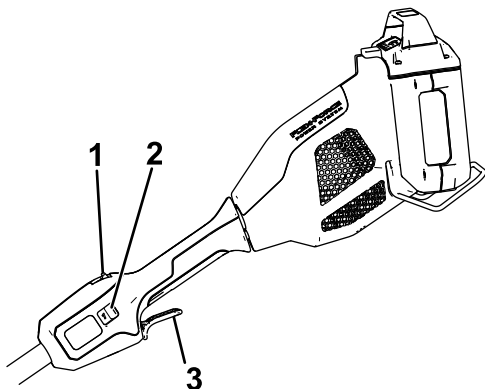

Figure 7
4. Pour mettre l'accessoire en marche, appuyez sur le bouton de verrouillage, puis serrez la gâchette de marche (Figure 7).